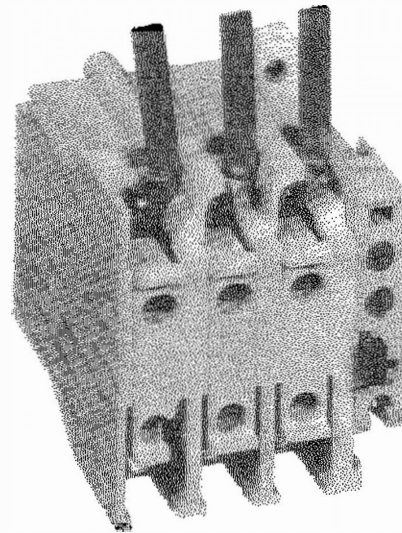

Fig. 7 - Overload Relay
**RENEWAL OF OVERLOAD (Figure 7)**